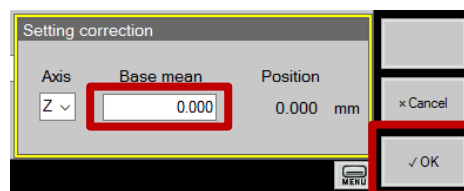

Рис.96. Поле «Z» и кнопка «OK»
7. При использовании концевой меры длины ввести ее значение в мм в поле «Z» (рис.96);
8. Нажать «OK» в вертикальном ряду кнопок экрана (рис.96);